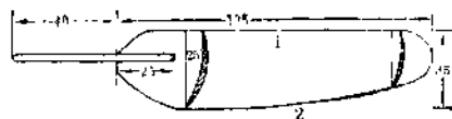

图 1
- 1. 旋翼：**按图1所示旋翼形状、大小，在三块长135毫米，宽35毫米，厚0.75~1毫米的木片上各画上旋翼图形，用刀片削刻成形，再用砂纸把旋翼前后缘加工砂光，使它的剖面呈两边薄、中间厚的弓形（图2）。用细绳（也可用橡筋或线）把旋翼翼尖朝上，歪斜着（参考58页图2）扎在1000毫升（或